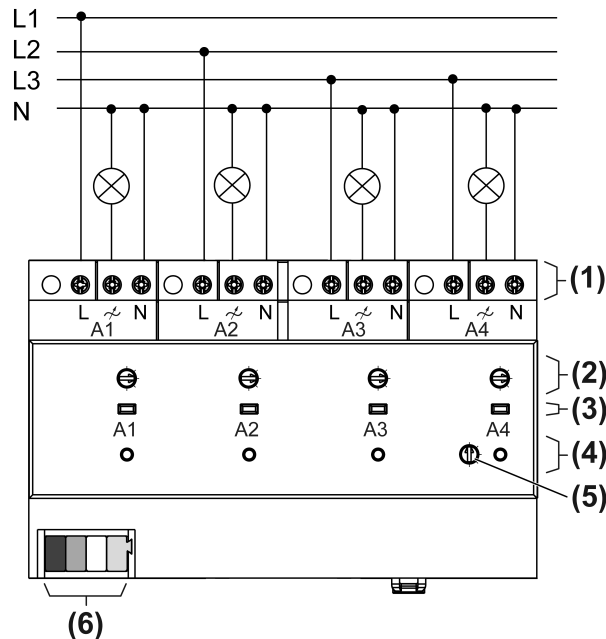

Figure 2: Exemple de raccordement des sorties
- Raccordement des charges selon l'exemple de raccordement (Figure 2)